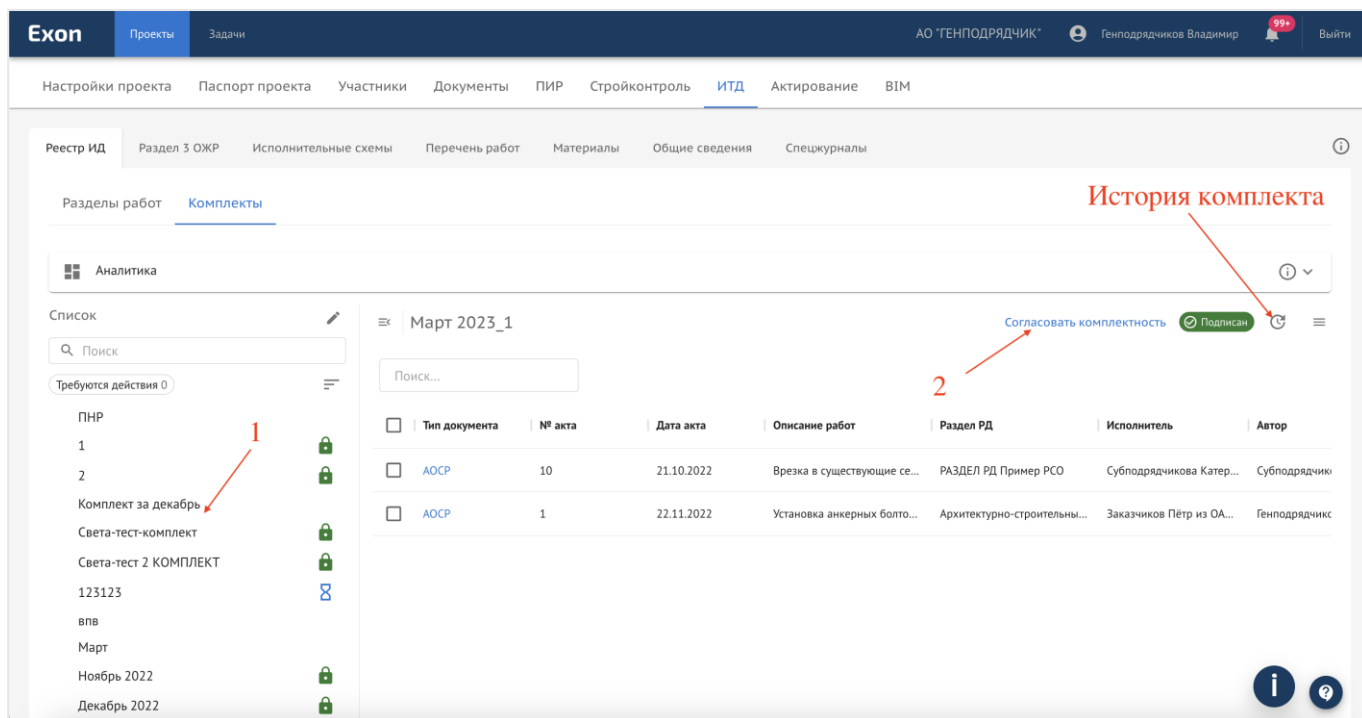

Рис. 89 – Согласование комплектности
1. Выбрать необходимый комплект из списка (1) и нажать «Согласовать комплектность» (2) (рис. 89);
После того как комплектность согласована, в списке напротив согласованного комплекта появится зеленый замок, после чего вносить изменения в него невозможно. По всем действиям приходят уведомления инициатору процесса согласования комплектности и все действия отображаются в истории комплекта (рис. 89).